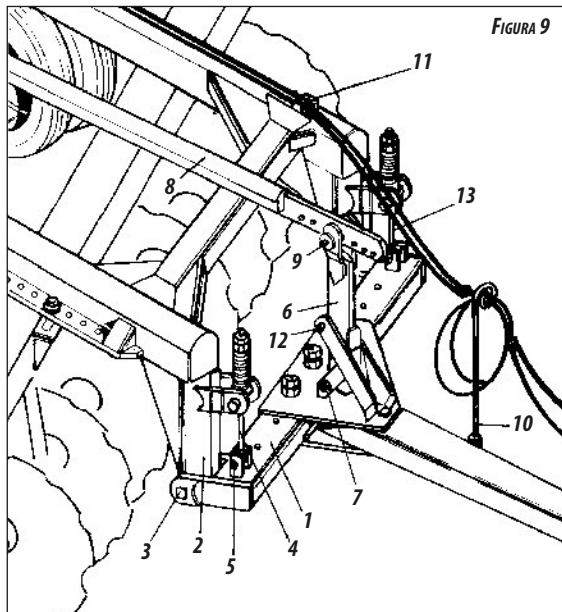

FIGURA 9
- Fijar el cabezal de enganche completo (1) **figura 9** en la armazón (2) con los tornillos y tuercas (3).
- Introducir la varilla estabilizadora completa (4) entre las chapas del cuerpo principal, fijar la parte inferior de la varilla en la barra transversal a través del tornillo (5).
- Colocar el soporte de la barra estabilizadora (6), en la chapa superior del cabezal con el tornillo (7). Acoplar la parte frontal de la barra estabilizadora (8) en el soporte a través del perno (9).
- Fijar el soporte de las mangueras (10), en el cabezal de enganche, e introducir las mangueras por el agujero del mismo.
- Poner el seguro de las mangueras (11), en el cuerpo principal de acuerdo a la **figura 9**.
- El perno (12), solo debe ser utilizado para auxiliar el enganche de la rastra en la barra de tracción del tractor. Colocar el perno (12) y accionar las llantas, de esta manera el enganche va a levantarse auxiliando el enganche de la rastra.